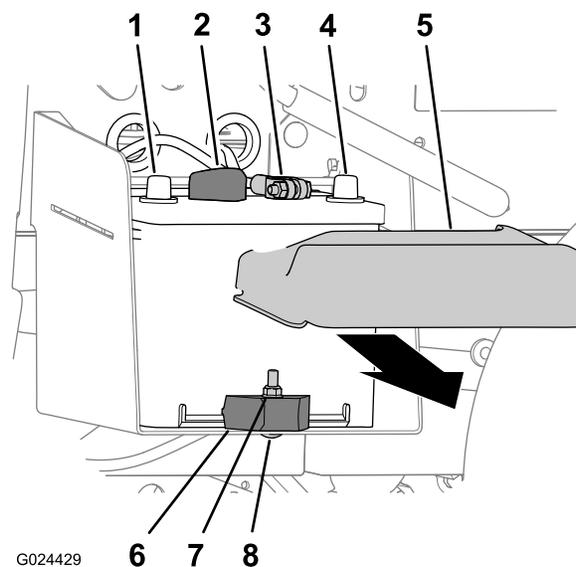

Figura 46
1. Aperte os lados da cobertura da bateria e retire a cobertura da parte superior da bateria (Figura 46).
2. Desligue o cabo negativo da bateria do terminal da bateria (Figura 46).
3. Desligue o cabo positivo da bateria do terminal da bateria (Figura 46).
2. Retire a porca de bloqueio, o parafuso de carroçaria e o grampo da bateria que fixa a bateria ao tabuleiro da bateria (Figura 46).
3. Retire a bateria do tabuleiro da bateria (Figura 46).
1. Alinhe a bateria com o tabuleiro da bateria da máquina (Figura 46).
Nota: Certifique-se de que os pólos positivo e negativo da bateria estão alinhados conforme indicado na Figura 46.
2. Fixe a bateria ao tabuleiro da bateria com o grampo da bateria, o parafuso de carroçaria e a porca de bloqueio (Figura 46).
1. Ligue o cabo positivo da bateria ao terminal da bateria (Figura 46).
2. Ligue o cabo negativo da bateria ao terminal da bateria (Figura 46).
3. Coloque a tampa da bateria na parte superior da bateria (Figura 46).